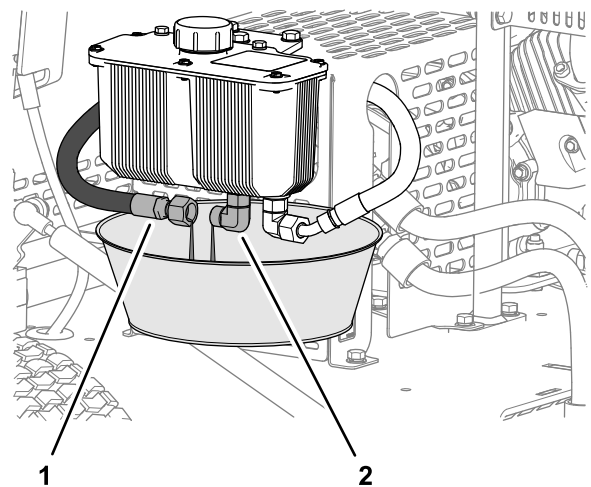

Figure 37
1. Placez un bac de vidange de 2 l sous le réservoir hydraulique (Figure 37).
2. Débranchez le flexible d'alimentation hydraulique du raccord sur le réservoir et vidangez tout le liquide hydraulique (Figure 37).